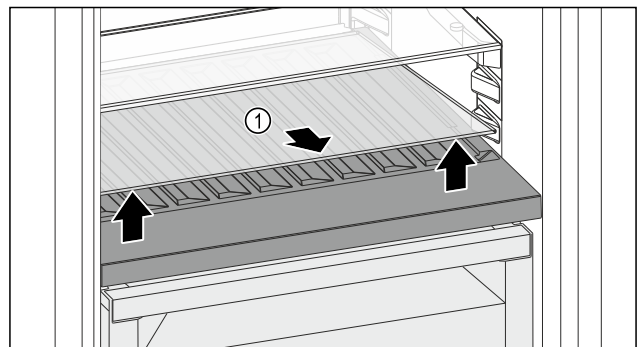

Fig. 97
► Скористайтесь пазом спереду, щоб підняти скляну полицю Fig. 97 (1) і вийняти її.
- ▶ Безпечно зберігайте скляну полицю Fig. 97 (1) за межами пристрою.